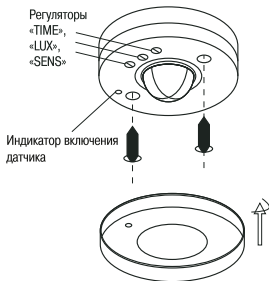

Рисунок 4 – Конструкция датчика движения ДД-024 и ДД-024В
5.2.2 Для доступа к крепёжным отверстиям в основании датчика, а также к регулировочным винтам необходимо снять с датчика защитную крышку, повернув её по часовой стрелке (рисунок 4).